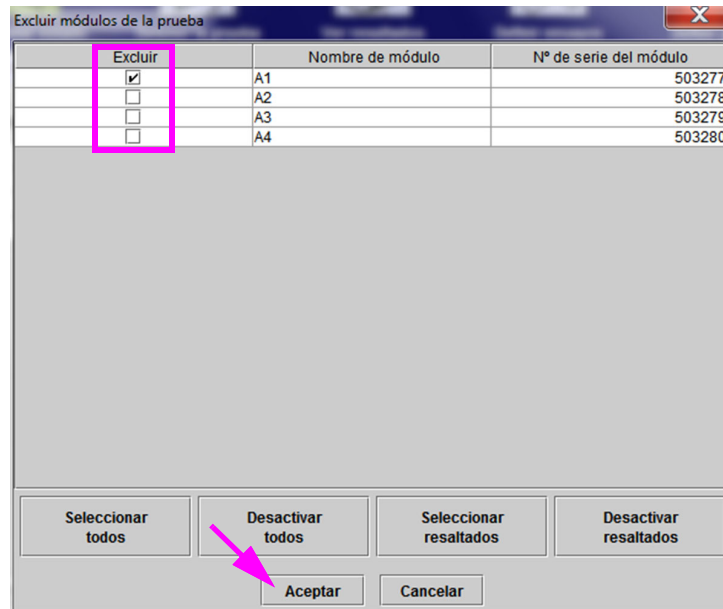

Figura 9-37. Cuadro de diálogo Excluir módulos de la prueba
2. Haga clic en **Mantenimiento** en la barra de menús y seleccione **Excluir módulos de la prueba**. Aparece el cuadro de diálogo Excluir módulos de la prueba. Consulte la figura 9-37.
4. Pulse el botón **Aceptar** para guardar los cambios en el cuadro de diálogo Excluir módulos de la prueba (consulte la figura 9-37).